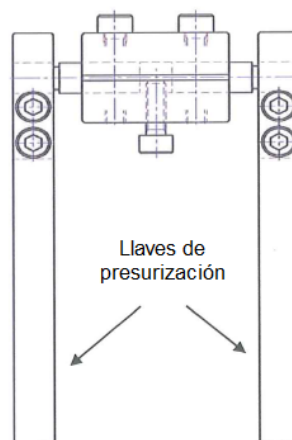

Figura8. Llaves de presurización de la celda de presión
2. Colocar a ambos lados de la pinza las llaves de presurización (ver Figura8).